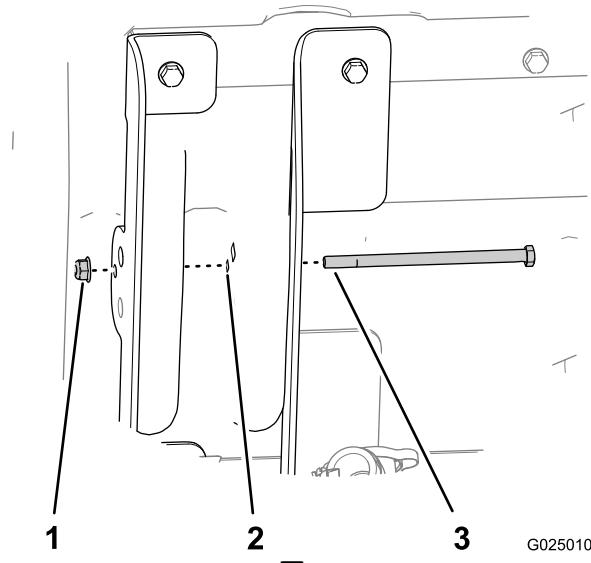

図 5
7. 図 5に示すように、六角ヘッドボルト（5/16 x 5-1/2 インチ）を、8 mm の穴（内側昇降ブラケット（長いフランジ）、荷台、外側昇降ブラケット（短いフランジ））に通す。
8. フランジナット（5/16 インチ）でボルトを手締めする（図 5）。
11. ボルト ((5/16 インチ)) をとめているフランジナットを軽く締める (図 5)。